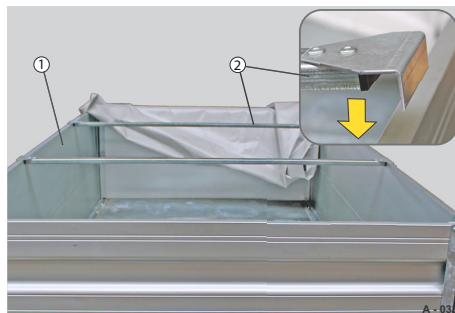

Abb. 58 Querstrebe, positioniert
- Querstrebe (Abb. 58/2) auf die seitlichen Bordwände (Abb. 58/1) aufstecken.